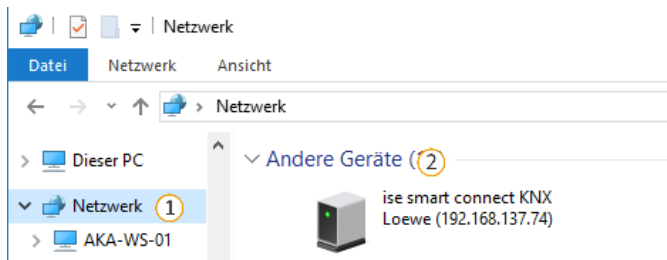

Abbildung 2: Aufruf der Gerätewebseite über Netzwerkumgebung
- Alternativ wählen Sie das Gerät in der Netzwerkumgebung in der Kategorie <<Andere Geräte>> (s. Abbildung 2 (1)): Doppelklicken Sie das Icon des Geräts (2).